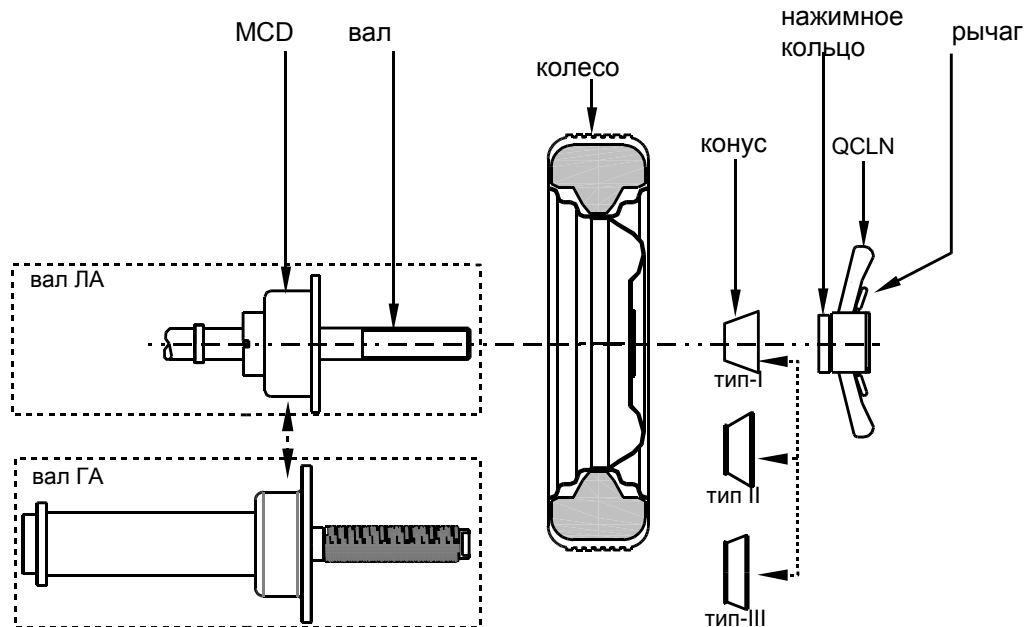

рис. 9
2. Поднимите колесо на вал и плавно надвиньте его, состыковывая с поверхностью MCD, как показано на рис.9.